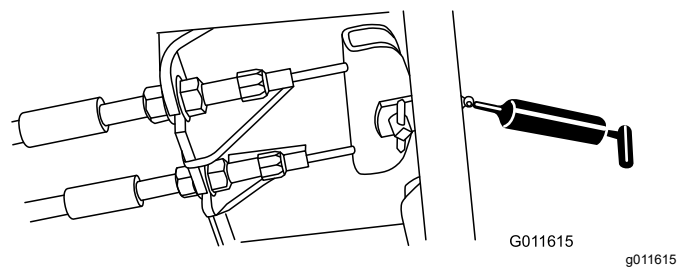

Figura 71
- Pedal de freno (1) – Figura 71